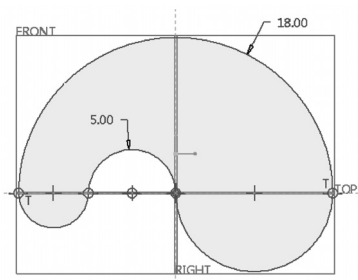

图 4-26 修改截面
3) 单击 (3 点/相切端弧) 按钮，在原来开放图形的两端点处绘制一个圆弧，以形成闭合的图形，如图 4-26 所示，单击 (确定) 按钮，完成草绘并退出草绘模式。